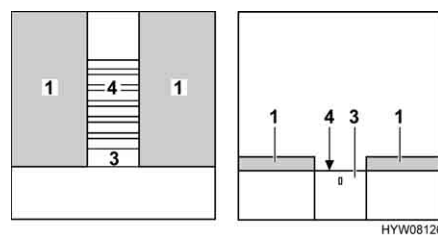

Fig. 137 Pendant la transformation
- Quand l'extension (Fig. 137,3) possède un verrouillage : Passer la main derrière le cache et la déverrouiller.
- Sortir entièrement le sommier à lattes (Fig. 137,4) ou la rallonge avec extension.